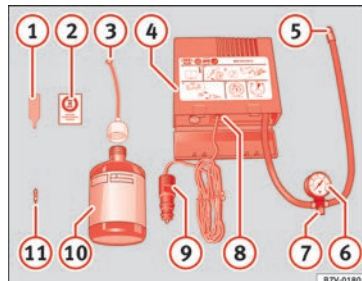

Bild 83 Standardtyp: Innehåll i däckreparationssatsen
Däckreparationssatsen förvaras under lastgolvet i bagageutrymmet. Satsen består av följande delar» **bild 83**:
Skruva fast påfyllningsslangen » bild 83 ⑤ igen och kontrollera däcktrycket på mätaren ⑥.